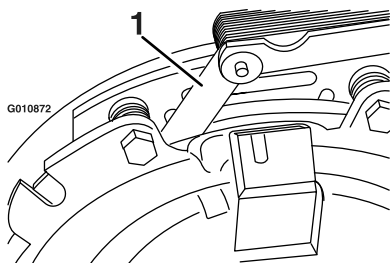
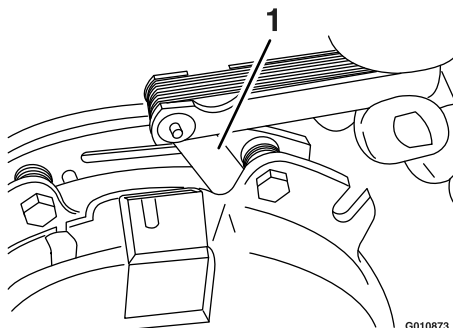

Figura 70
Figura 71
- E. Usando una galga de 0.25 mm (0.01"), compruebe la presencia de un espacio entre el rotor y la cara de la armadura en ambos lados del polo del freno, según se indica en Figura 70 y Figura 71.